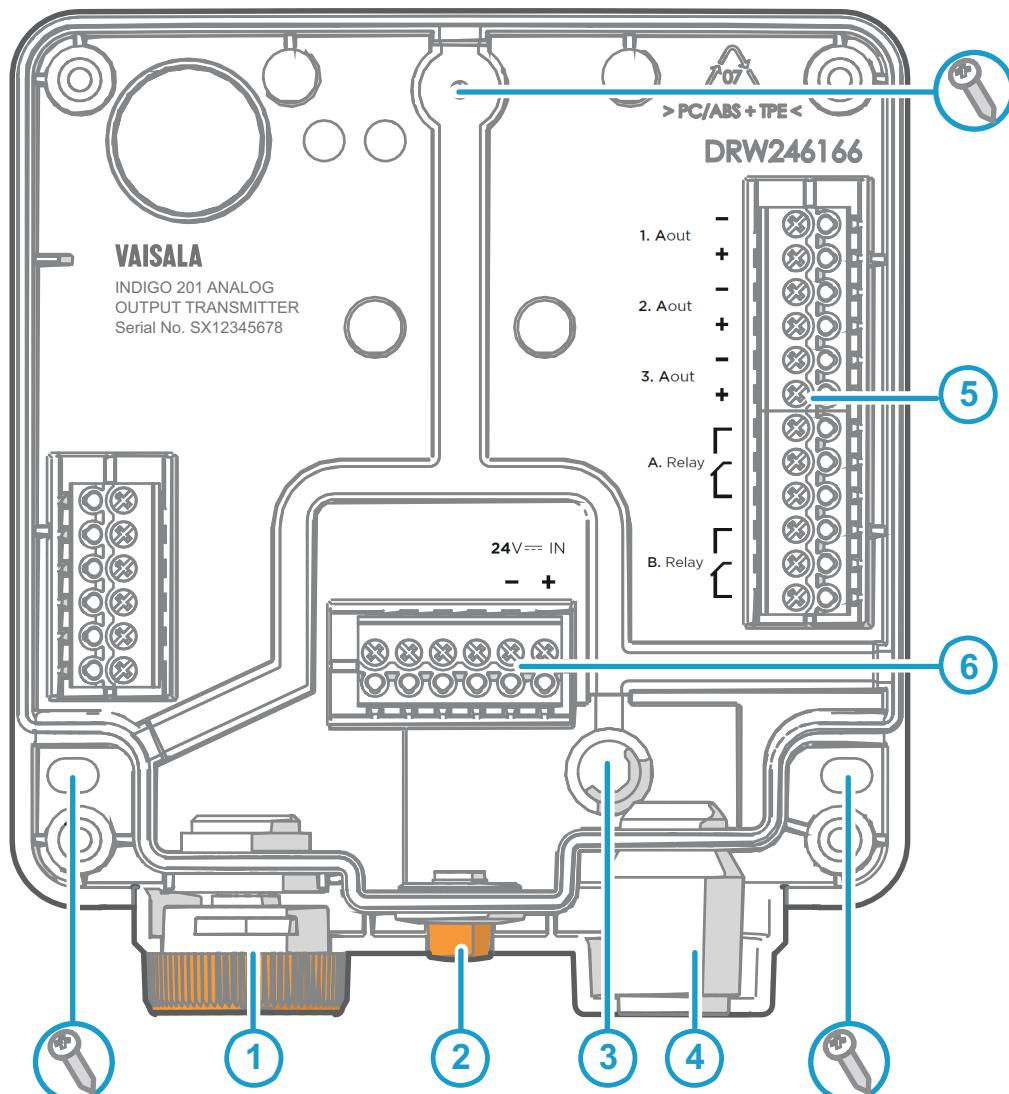

图 27 Indigo 201 变送器基座主部件和螺钉位置
- 4. 将变送器基座放置于安装面上并且用 3 颗螺钉安装它。请参见图 27 (页 43) 中的螺钉位置。